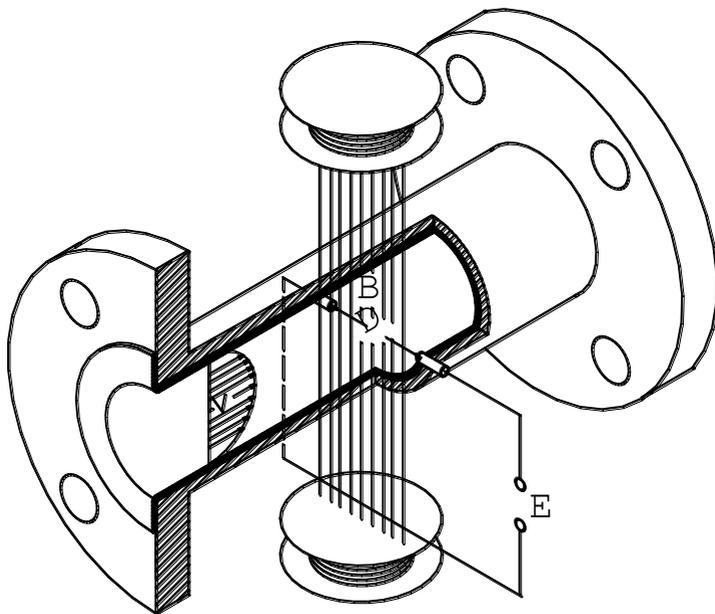

Рис.4.1
4.1.1 Принцип действия расходомера основан на явлении электромагнитной индукции (см. рис. 4.1).
4.2.3 ППР представляет собой отрезок трубопровода из немагнитного материала (см. рис.4.1), внутренняя поверхность которого футерована диэлектриком (фторопластом). В диаметрально противоположных стенках трубопровода установлены два электрода, контактирующие с измеряемой средой и предназначенные для съема ЭДС индукции (E). Благодаря такой конструкции ППР расходомер вносит минимальное гидравлическое сопротивление в поток жидкости. Магнитная система ППР состоит из двух согласно включённых катушек возбуждения и магнитопровода. ЭДС индукции усиливается в блоке аналоговой обработки ППМ, преобра-